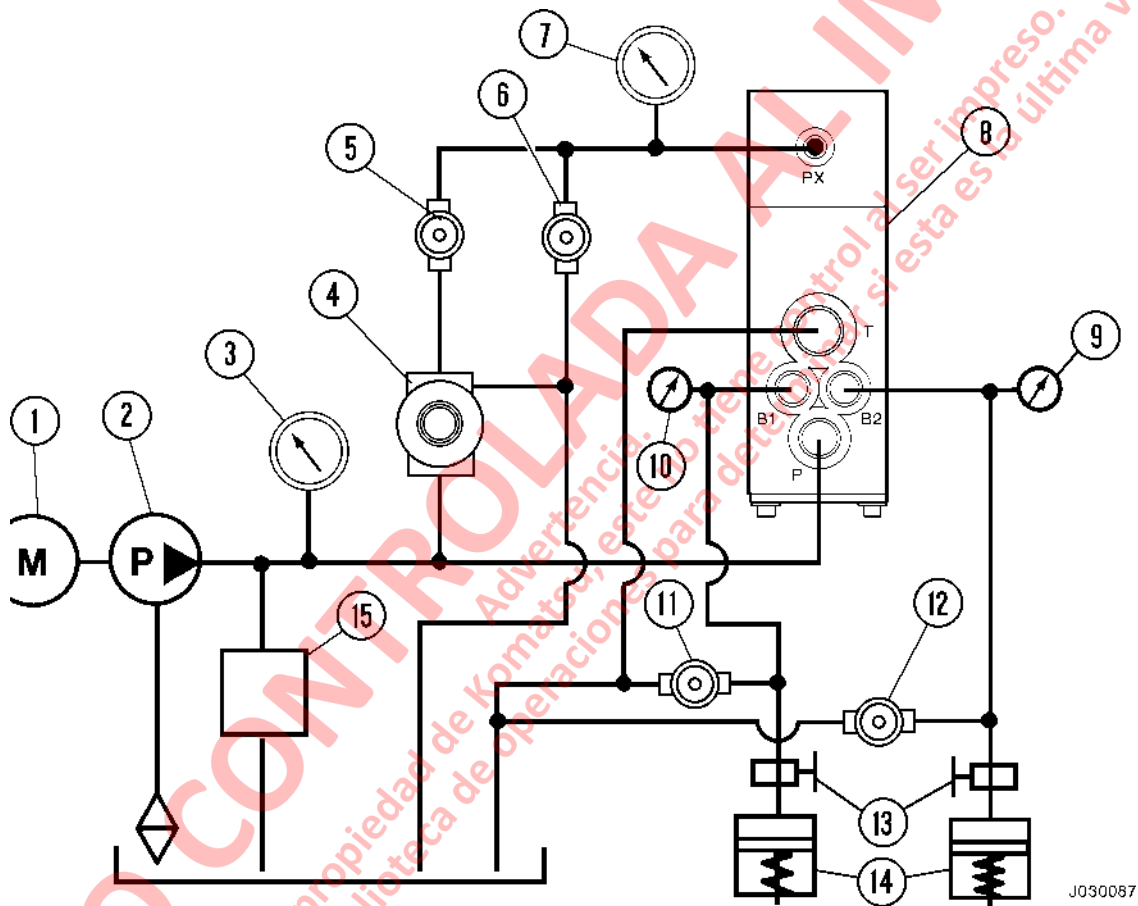

FIGURA 3-11. PREPARACION DE LA PRUEBA DE BANCO DE LA VÁLVULA DE RELÉ DUAL
- Soporte de prueba hidráulica (Consulte la Figura 3-11).
1. Coloque la válvula en el soporte de prueba como se muestra en la Figura 3-11.
5. Conecte los puertos de salida regulada "B1" y "B2" a los ductos de prueba. Los dispositivos de monitoreo de presión en estas dos líneas deben tener una capacidad de 20.680 kPa (3000 psi). Conecte todos los puertos de acuerdo al diagrama que aparece en la Figura 3-11. Se deben usar y conectar todos los puertos.